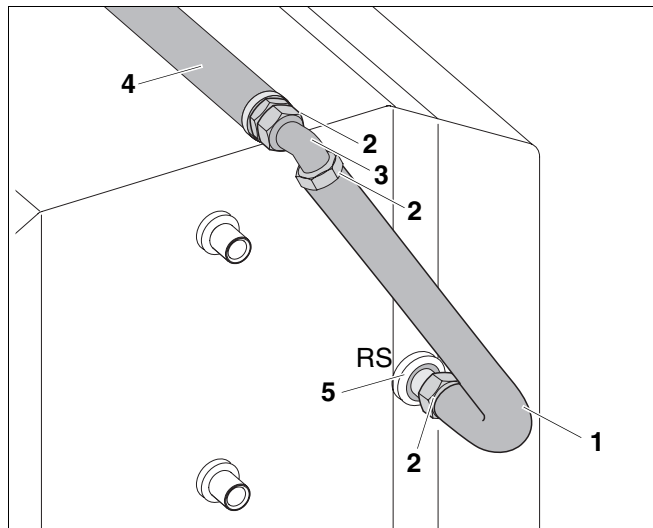

Рис. 10 Монтаж трубопроводного соединения на обратной линии бака-водонагревателя
- Вложить уплотнение (рис. 10, **поз. 2**) в накидную гайку монтируемой трубы RS (рис. 10, **поз. 4**) и соединить с ней уголок G 1 (рис. 10, **поз. 3**).
- Вложить уплотнение (рис. 10, **поз. 2**) в накидную гайку на длинной части трубы RS (рис. 10, **поз. 1**) и соединить с уголком (рис. 10, **поз. 3**).
- Вложить уплотнение (рис. 10, **поз. 2**) в накидную гайку на короткой части вертикальной трубы RS (рис. 10, **поз. 1**) и соединить трубу RS с обратной линией бака.